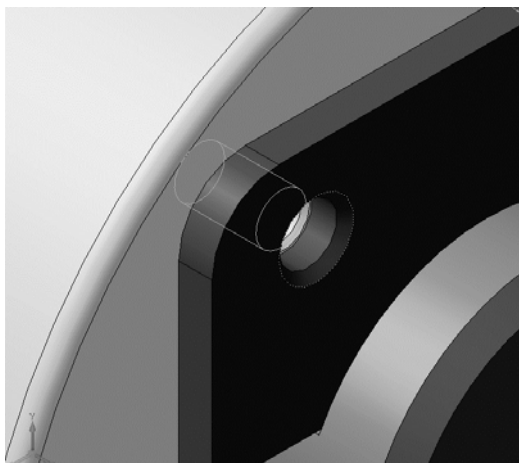

Рис. 88. Отверстие резьбовое под Винты
10.1.1 Планку необходимо прикрепить к *Вилке* винтами и шайбами. Установите ориентацию **Изометрия XYZ** и увеличьте место установки *Планки* (рис. 88).